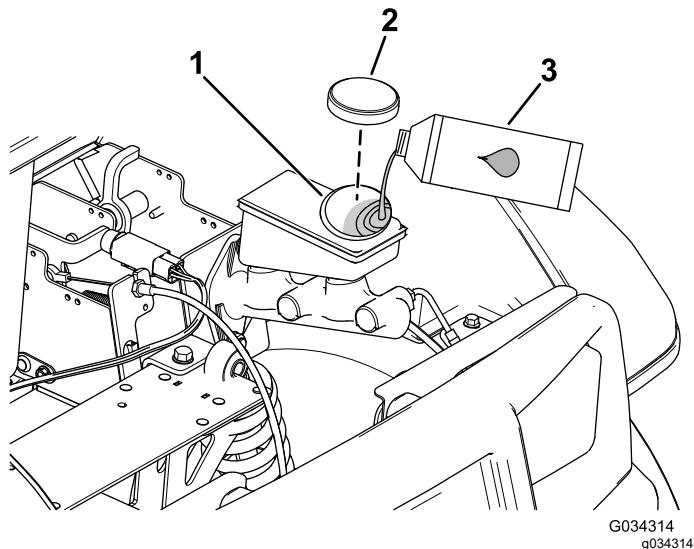

Рисунок 63
- A. Очистите область вокруг крышки бачка и снимите крышку (Рисунок 63).
- C. Установите на место крышку бака (Рисунок 63).